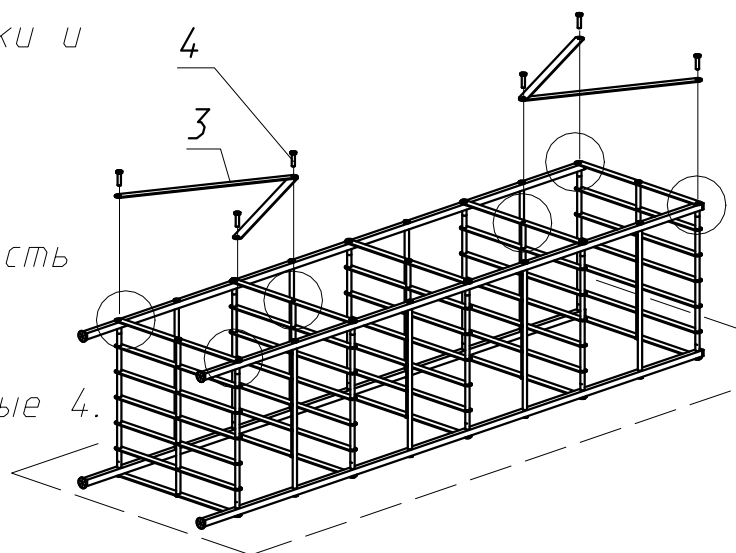

Рис.4
17) Расположить планки 3 как показано на Рис.4.